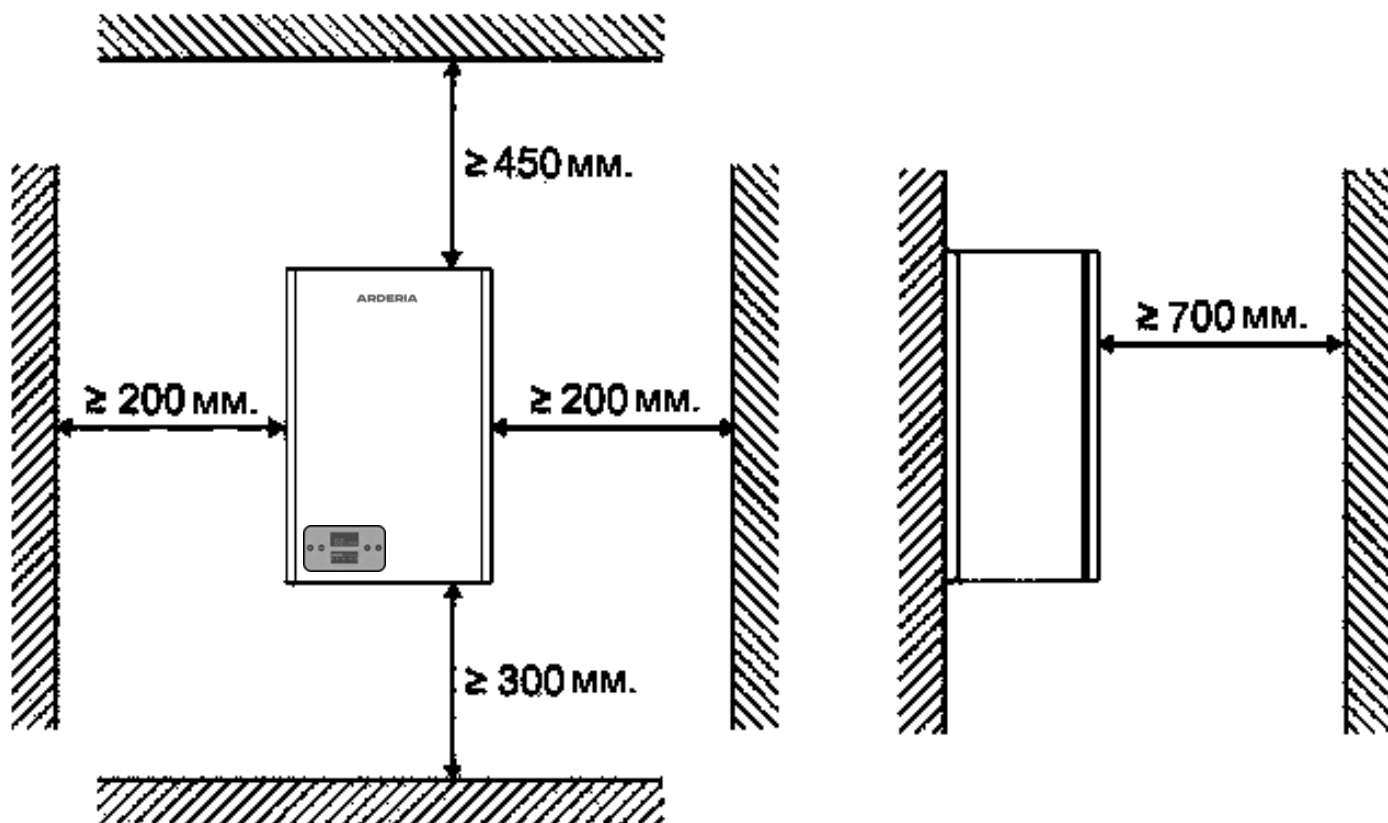

Рис. 8
- Установку электродкотла котла следует предусматривать исходя из условия удобства монтажа, эксплуатации и ремонта (См. Рис. 8)